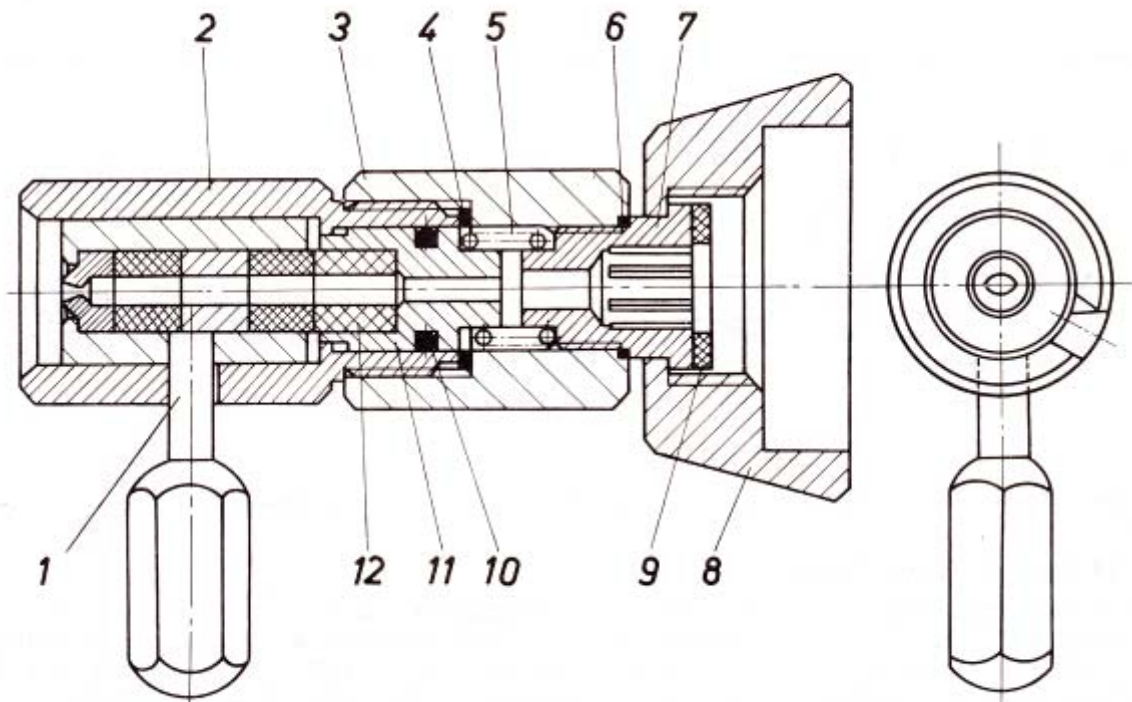

Рис. 17. Приспособление для быстрой смены сопел Квик—Чейндж (0.999.909) с быстроменяемым соплом (0.999.301)
5.11. Приспособление для быстрой смены сопел Квик — Чейндж (рис. 17.). Предназначено для крепления быстроменяемых сопел, которые устанавливаются в его оправу, снабженную фасонной прорезью. В оправе и переходнике размещена втулка уплотнения с пружиной, пластмассовым и резиновым уплотнениями.